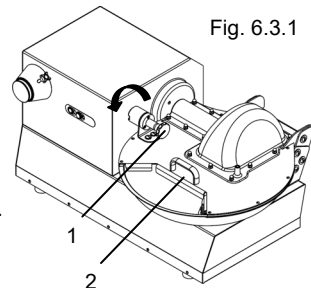

Fig. 6.3.1
3. refermez le couvercle et bloquez-le à l'aide du bouton « 1 » Fig. 6.3.1
5. ajoutez le produit restant progressivement, depuis la bouche de chargement de la cuve « 2 » Fig. 6.3.1.
- Tourner la poignée de déverrouillage du couvercle dans le sens inverse des aiguilles d'une montre "1" Fig. 6.3.1.